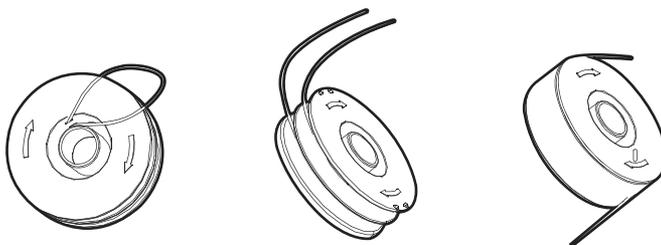

Fig. 29
- > Il est possible d'embobiner un fil neuf autour d'une bobine vide. Des fils de coupe neufs sont disponibles à votre magasin d'achat. Sortez la bobine vide de la tête de coupe (voir ci-dessus). Enlevez le reste de fil de la bobine. D'abord, faites passer 10 cm de fil dans chacune des deux ouvertures situées dans la partie supérieure de la bobine, comme sur l'illustration. Enroulez le fil sur la bobine dans le sens de la flèche. Le fil doit être enroulé proprement, en couches successives. Évitez de l'entrecroiser. Faites passer les bouts du fil dans chacune des deux ouvertures situées dans la partie supérieure de la bobine, comme sur l'illustration. Finissez d'enrouler le fil. Montez la bobine dans l'appareil (voir ci-dessus). N'oubliez pas de rallonger les bouts du fil (Fig. 29).